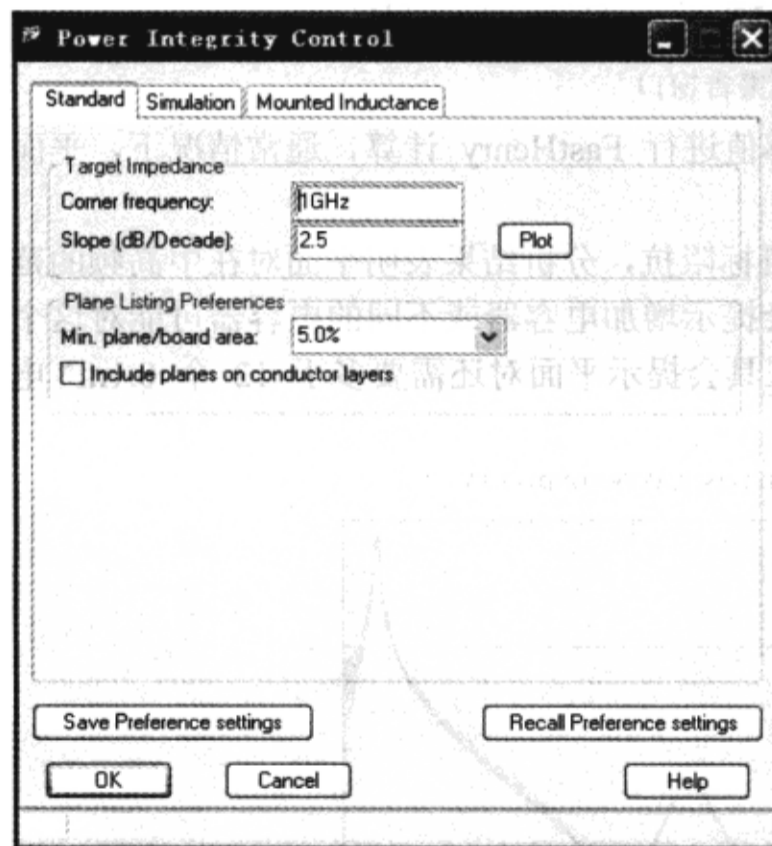
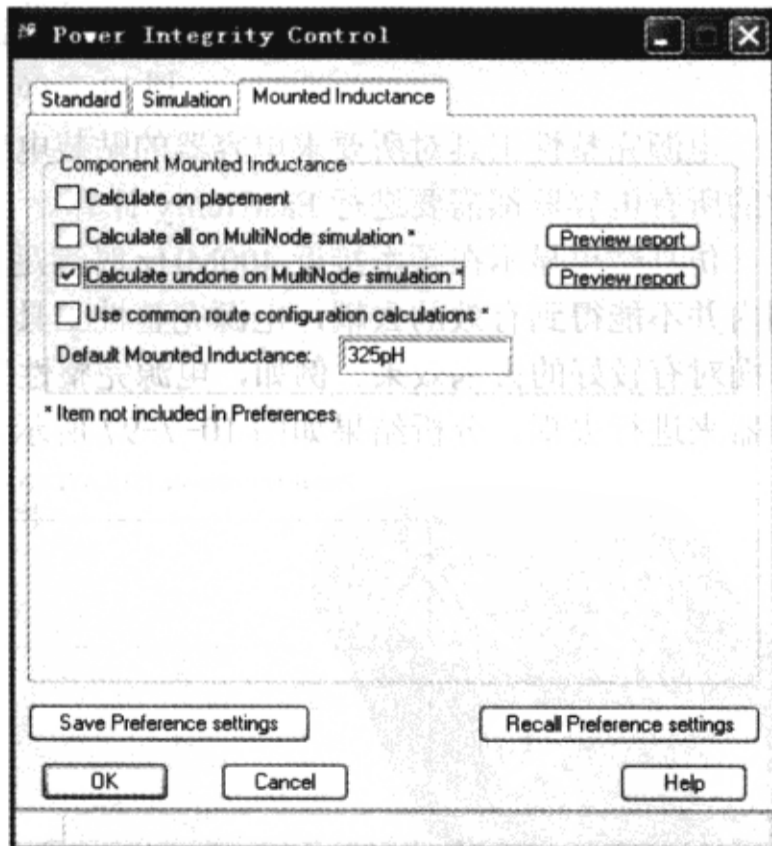

图 10-7-93 “Power Integrity Control”对话框
图 10-7-94 贴装电感值的计算
- (1) 在“Power Integrity Design & Analysis”对话框中单击“Control”按钮，弹出“Power Integrity Control”对话框，如图 10-7-93 所示。
- (2) 在对话框中选中“Mounted Inductance”标签页。
- (3) 选中“Calculate undone on MultiNode simulation”，并单击“OK”按钮，如图 10-7-94 所示。